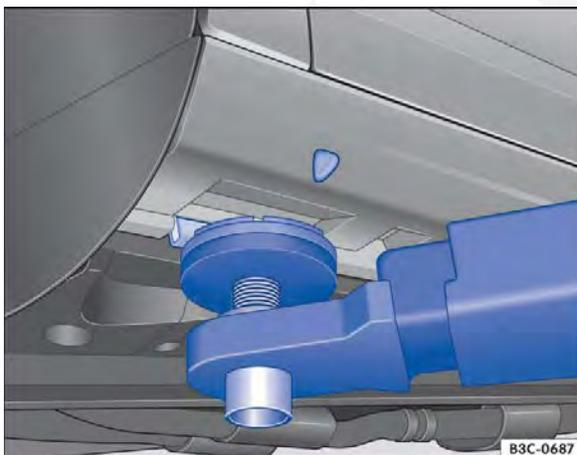
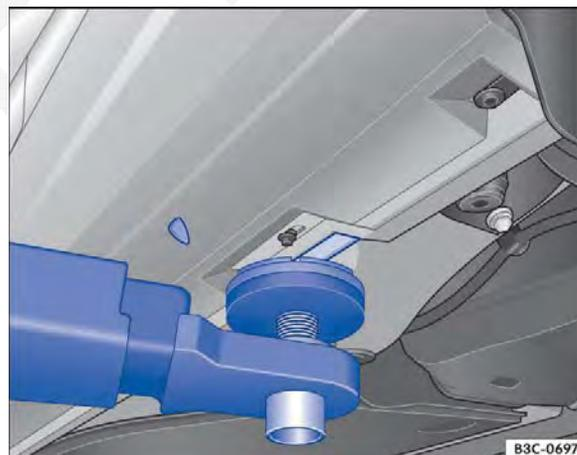

Fig. 213 Pontos de apoio dianteiros para a suspensão com plataforma elevatória ou com macaco.
Fig. 214 Pontos de apoio traseiros para suspensão com plataforma elevatória ou macaco.
O veículo deve ser suspenso somente pelos pontos indicados nas figuras ⇒ Fig. 213 e ⇒ Fig. 214. Se o veículo não for suspenso pelos pontos indicados, podem ocorrer danos no veículo ⇒ ⚠️ e ferimentos graves ⇒ ⚠️.
- Suspender o veículo somente pelos pontos indicados nas figuras ⇒ Fig. 213 e ⇒ Fig. 214. Se o veículo não for suspenso pelos pontos indicados, o veículo pode cair da plataforma elevatória quando, por exemplo, o motor ou a suspensão for desmontado.